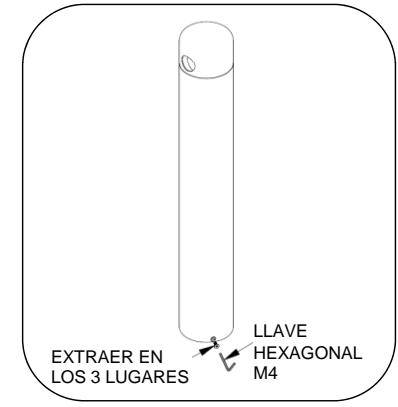

Fig. 2: extracción de la placa base
2. Extraer la placa base de la unidad, como se muestra en la fig. 2. Conservar los tornillos.